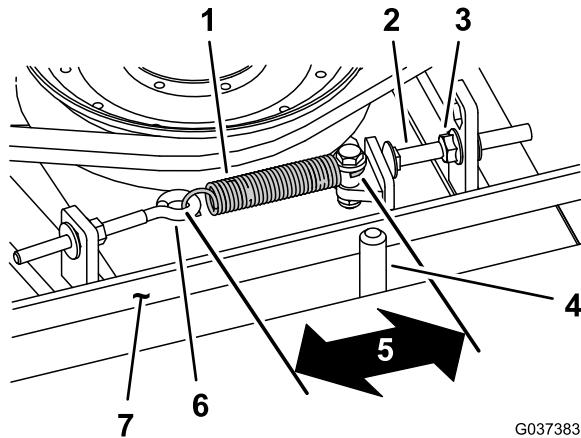

Figure 83
Lorsque le ressort d'extension est correctement tendu, l'intérieur doit mesurer (d'un crochet à l'autre) entre 8,3 et 9,5 cm. Lorsque le ressort est correctement tendu, ajustez le boulon d'arrêt (boulon de carrosserie) jusqu'à obtention d'un jeu d'environ 2 à 5 mm entre la tête du boulon et le bras de tension (Figure 83).
Remarque: La courroie doit être placée du côté ressort du guide (Figure 83).
2. Desserrez le boulon à œil (Figure 83).
3. Desserrez l'écrou à embase qui fixe le boulon d'arrêt à la patte de montage, et écartez la poulie de tension de la courroie (Figure 83).
9. Raccrochez le ressort d'extension (Figure 83) au boulon à œil et tendez la courroie comme suit :